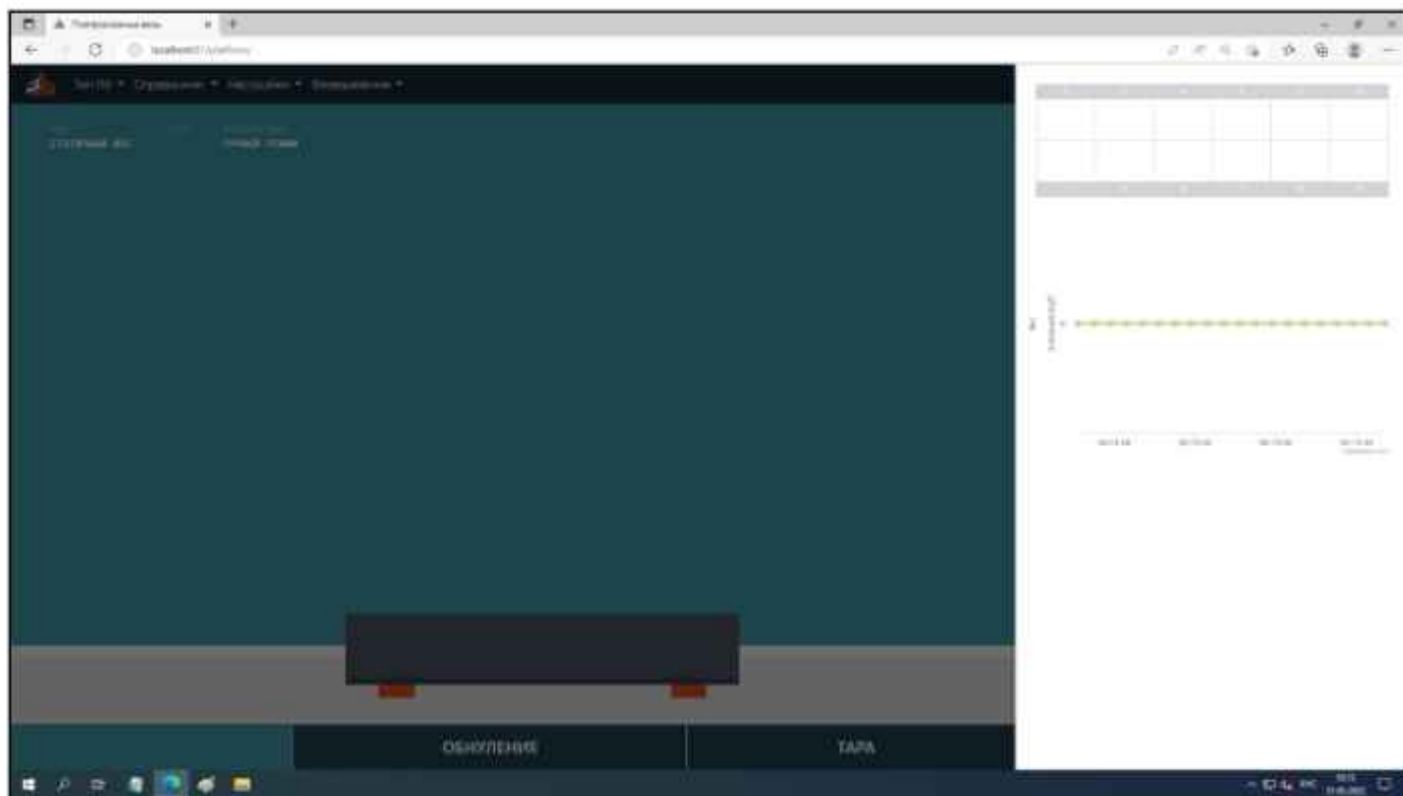

Рис.22
2.3.7. Пункт меню «**Настройки**» - «**АЦП**» (Рис.22).